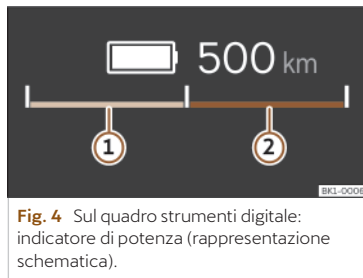

Fig. 4 Sul quadro strumenti digitale: indicatore di potenza (rappresentazione schematica).
Mediante la barra divisa a metà, l'indicatore di potenza mostra in modo permanente la disponibilità del recupero di energia in fase di frenata >>> fig. 4 ① (verde) sul lato sinistro e la disponibilità di propulsione >>> fig. 4 ② (blu) sul lato destro.